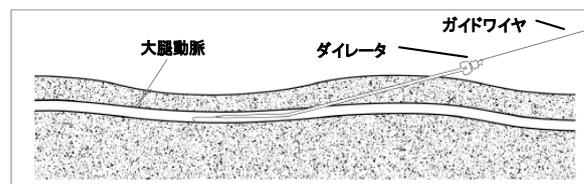
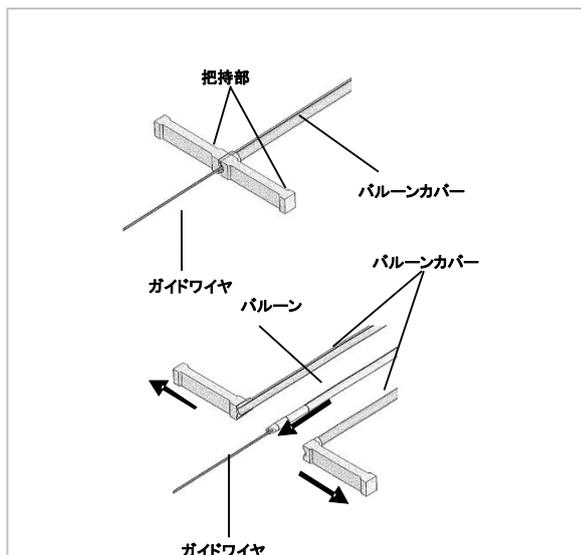
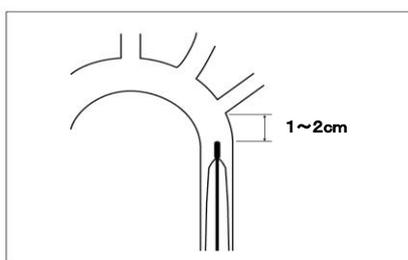

図2. ダイレーション
図 3. バルーンカバー
図 4. バルーン先端位置
(7) 出血を手指で抑えながら、シース用ガイドワイヤ 0.88mm (0.035inch) ×800mm を穿刺針のカニューラに挿入する。	(7) 出血を手指で抑えながら、シース用ガイドワイヤ 0.88mm (0.035inch) ×800mm を穿刺針のカニューラに挿入する。
(8) ガイドワイヤが大腿動脈内まで入ったところで、カニューラを抜去する。	(8) ガイドワイヤが血管内に十分な長さまで入ったところで、カニューラを抜去する。
(9) ガイドワイヤ末端よりシース用ダイレタを挿入し、体表から血管までの組織をダイレーションする。(図2参照)	(9) ガイドワイヤ手元側端部よりダイレタをセットしたシースを挿入し、体表に2cm程度残るまで血管内に進める。
(10) ダイレタのみを残し、ガイドワイヤを抜去する。	(10) シースのみを残し、ガイドワイヤとダイレタを抜去する。
(11) バルーン用ガイドワイヤ 0.36mm (0.014inch) ×1800mm をダイレタに通し、胸部大動脈まで進める。	(11) バルーン用ガイドワイヤ 0.36mm (0.014inch) ×1800mm をシースに通す。
(12) ガイドワイヤを残したまま、ダイレタを抜去する。手指で皮膚を圧迫し、出血を抑える。	(12) ガイドワイヤを胸部大動脈内まで進める。IAB カテーテルのセントラルルーメン先端にガイドワイヤを挿入する。
(13) クランプなどを用いて切開部の皮膚を拡張する。	(13) IAB カテーテル体内挿入直前に、バルーンカバーの先端把持部を持ち、ゆっくり裂きながら IAB カテーテルをシースに挿入する。(図3参照)
(14) IAB カテーテルのセントラルルーメン先端にガイドワイヤを挿入し、体内に挿入する。(図3参照)	(14) バルーン部がシースを通過したら、分岐部のルーロックからガイドワイヤが出てくるまで、ガイドワイヤに沿って、IAB カテーテルを進める。IAB カテーテルのキックを防止するため、IAB カテーテル挿入が完了するまで IAB 挿入部から 2~3cm 以内のところをつかみ短いストロークで挿入する。
(15) IAB カテーテルの体内挿入直前に、バルーンカバーの先端把持部を持ってゆっくりと裂く。(図3参照)	(15) 手順(17)に進む。
(16) IAB カテーテルの挿入部に近いところをやさしくつかみながらガイドワイヤに沿って IAB カテーテルを進める。IAB カテーテルのキックを防止するため、IAB カテーテル挿入が完了するまで挿入部から 2~3 cm 以内のところをつかみ短いストロークで挿入する。	—
(17) X線透視下でガイドワイヤ先端とバルーン先端を確認しながら、ガイドワイヤに沿って IAB カテーテルを進めバルーンの先端を大動脈弓部の直下に位置させる。(図4参照)	—
(18) 手順(19)に進む。	(18) バルーン部が全てシースから出たことを以下の要領で確認する。IAB カテーテルの深度マーカ(バルーンに一番近い巾広のマーカ、またはそれ以降のマーカ)がシース内に入っていること。
(19) IAB カテーテルの位置を決めたら、ガイドワイヤを抜去する。	—
(20) 分岐部のセントラルルーメン側にフラッシュ用コネクタを接続し、血液を 3mL 吸引した後、IAB カテーテルのセントラルルーメンを 3~5mL の滅菌生理食塩水でフラッシュする。	—
(21) フラッシュ用コネクタを外し、セントラルルーメンにパンピング用スタイレットを挿入する。	—
(22) パンピング用スタイレットのハブに三方活栓を接続し、滅菌生理食塩水等で IAB カテーテルのセントラルルーメンを十分に満たす。	—